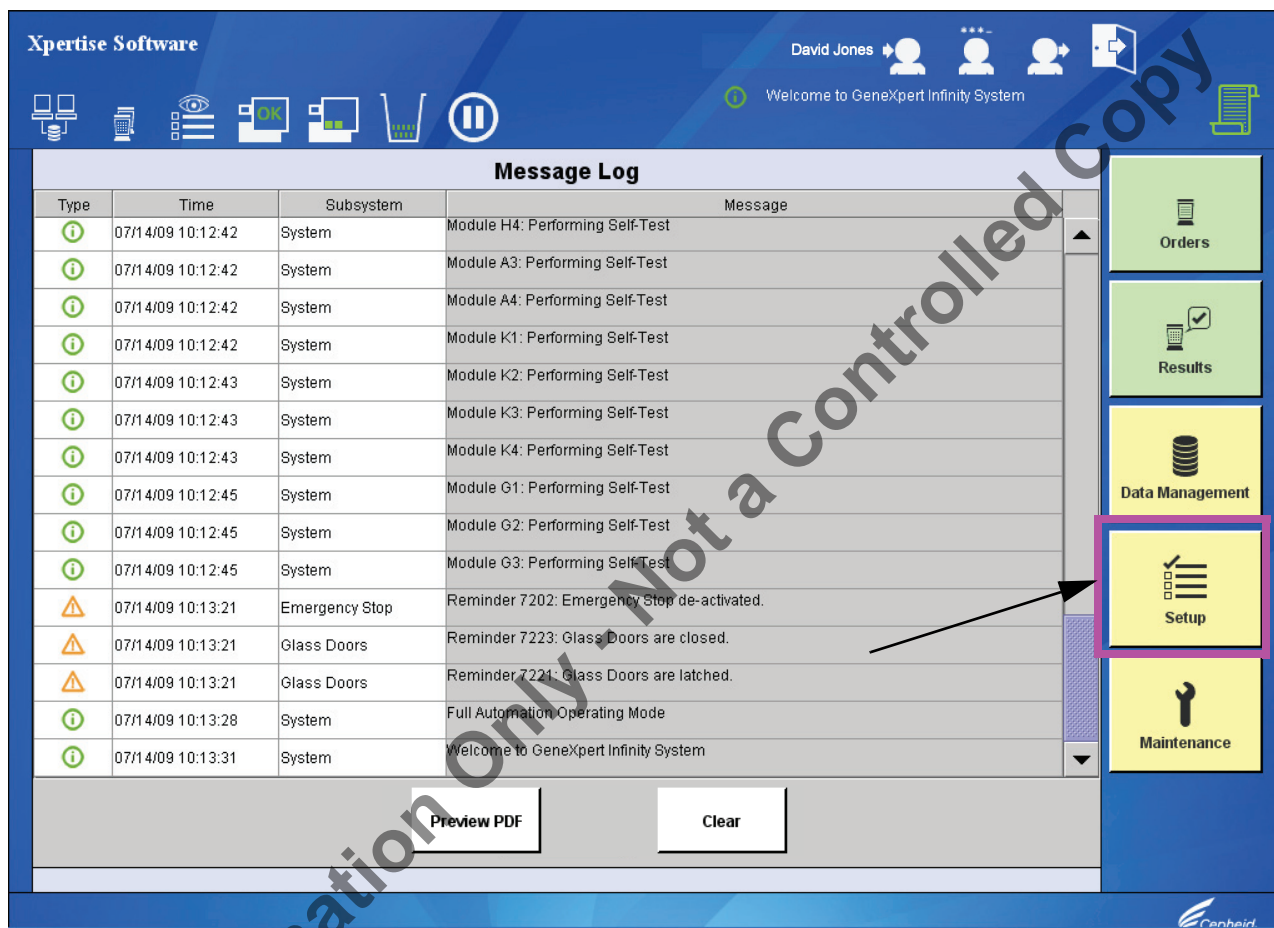

Figura 50. Ecrã Área de trabalho inicial do software Xpertise
1. Na área de trabalho **Início do software Xpertise** (Figura 50), prima o botão **Setup (Configurar)**.